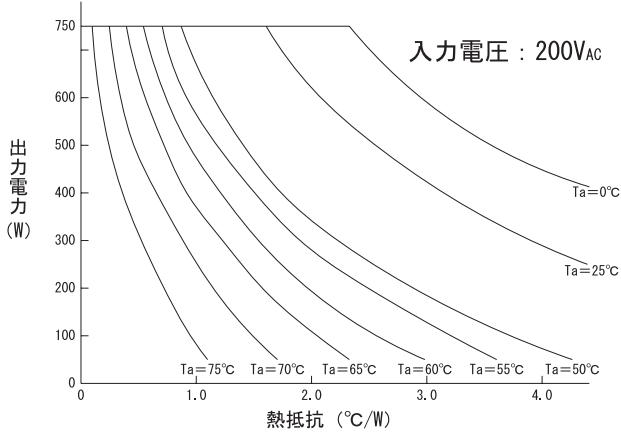

図13.1 出力電力と放熱器の熱抵抗
- (1) 必要な出力電力から使用温度に対する放熱器の熱抵抗の推奨値を図13.1に示します。このデータは、アルミベース温度が85℃になる放熱器の熱抵抗を示しています。信頼性をより高く使いたい場合は、アルミベース温度を下げてお使いください。
- (2) 信頼性をより高くするために、アルミベース温度を低く設計する場合を説明します。